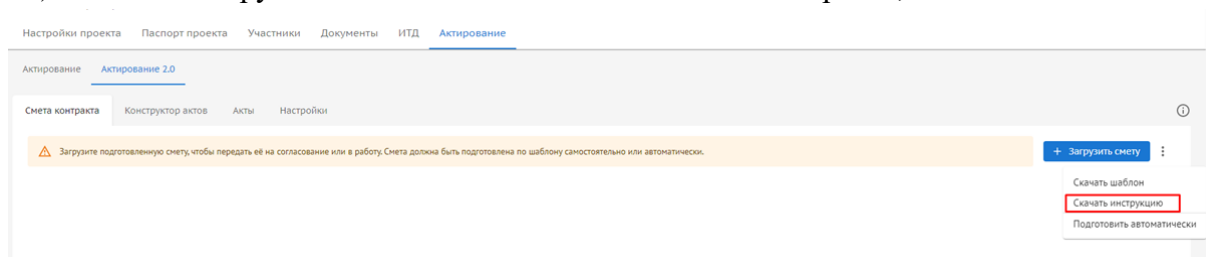

Рисунок 126. Активирование. Смета контракта. Инструкция
- 1) Скачать шаблон сметы контракта (Рисунок 126);